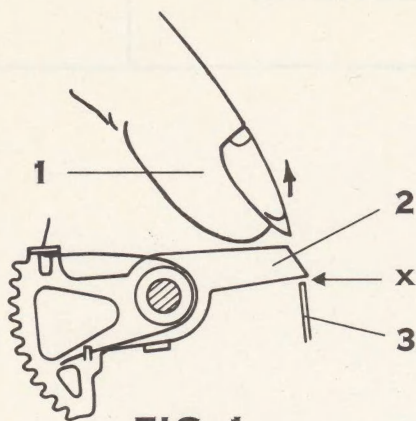

FIG. 1
1. Die Zahnsektorfühler werden auf Spielraum „x“ zwischen den Fühlerspitzen (pos. 2) und der Wagen-0-Stopplatte (pos. 3) untersucht (siehe Fig. 1).